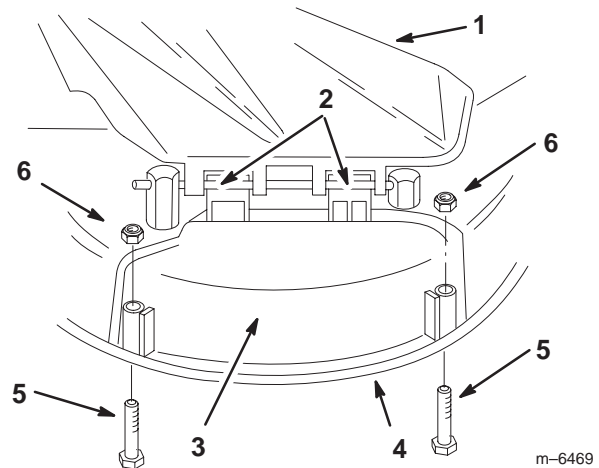

Bild 18
2. Heben Sie das Ablenkblech an und schieben die Zungen oben an der Auswurfkanalabdeckung unter die Haltestange des Ablenkblechs. Drehen Sie die Auswurfkanalabdeckung über die Öffnung und auf die untere Lippe des Mähwerks herunter (Bild 18).
3. Befestigen Sie die Auswurfkanalabdeckung mit Schrauben und Muttern an der unteren Lippe des Mähwerks (Bild 18).
2. Entfernen Sie die Muttern und Schrauben, mit denen die Auswurfkanalabdeckung am Mähwerk befestigt ist (Bild 18).